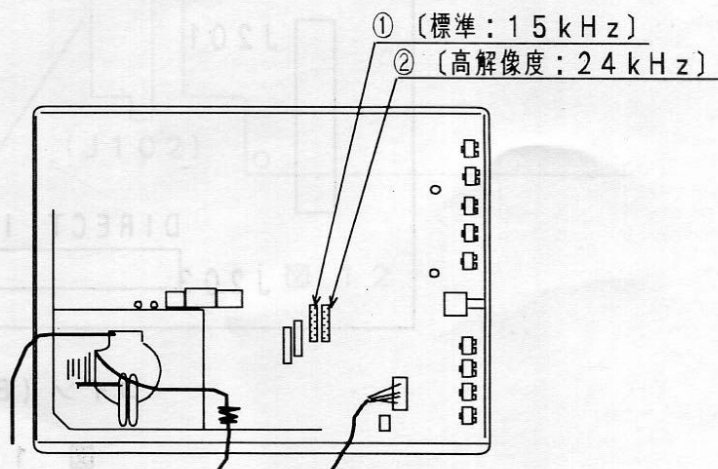

図 10
(2) モニターPCボード上の切り換えタップを図10の①から②の位置へ差しかえます。（図10参照）（他の電気部品に触れないように注意してください。）
(3) 切り替えが終了したら、モニターAssyを取り付けます。